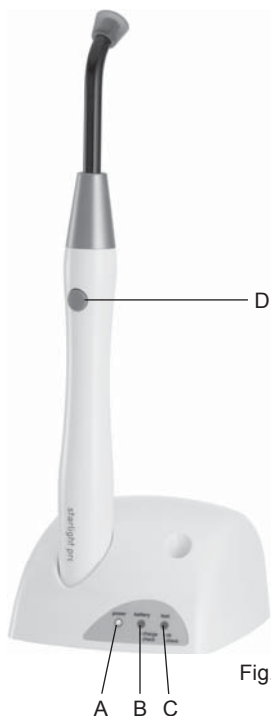
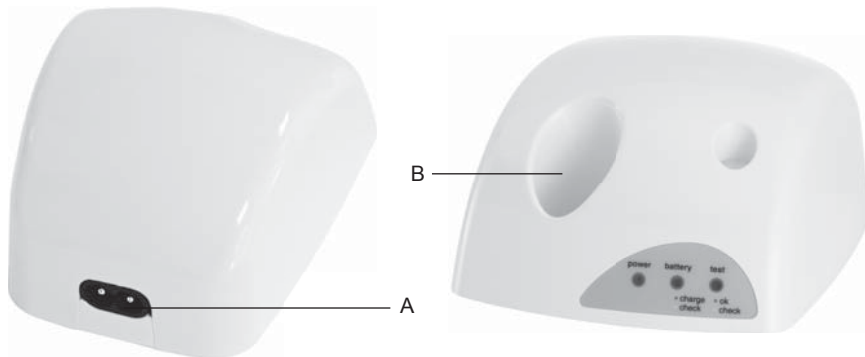

Fig. 4
Fig. 5
⚠ PERICOLO: Non mettere in cortocircuito i contatti elettrici della stazione di ricarica con oggetti metallici (Fig.5 - Rif.B) ne toccare con le mani quando l'apparecchio è acceso.
Descrizione comandi (Fig. 4):
- 2 Inserire il cavo di alimentazione energia elettrica (Fig.3 - Rif.E) nella connessione posta sul retro dell'apparecchio (Fig.5 - Rif.A) e quindi nella presa a muro. Led verde power acceso (Fig.4 - Rif.A).
- 1 Inserire il manipolo dentro la sede della stazione di ricarica (Fig.5 - Rif.B). Il led verde battery si accende (Fig.4 - Rif.B).
L'accensione del led giallo battery (check), posizionato sulla stazione di ricarica, indica un guasto nella batteria (Fig.4 - Rif.B).
- Premere brevemente il pulsante sul manipolo (Fig.4 - Rif.D) per iniziare il ciclo di esposizione FAST. Viene emesso un segnale acustico (1 beep).
Al termine del trattamento, riporre il manipolo Starlight pro nella stazione di ricarica (Fig.5 - Rif.B).